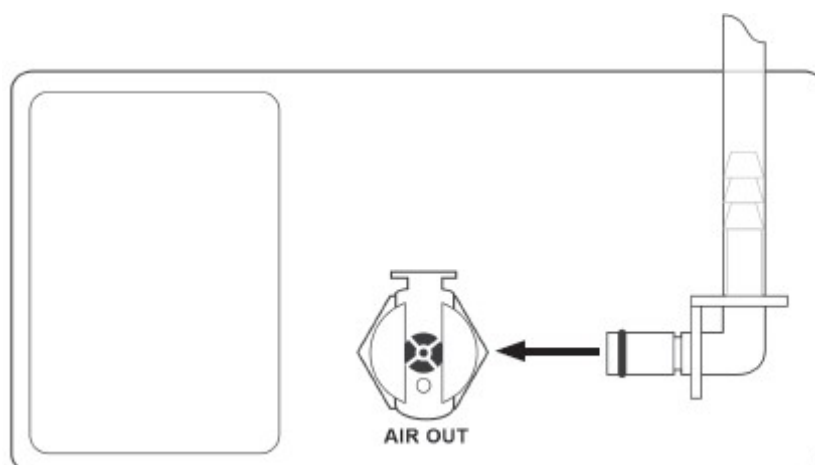

図 5-5 : AIR OUT の接続
- 5.8 コンソール裏側の AIR OUT と表示された差込み口の金属タブを抑え、エアサプライチューブ（緑）の他端を、カチッという音がするまで挿入します（図 5-5 参照）。